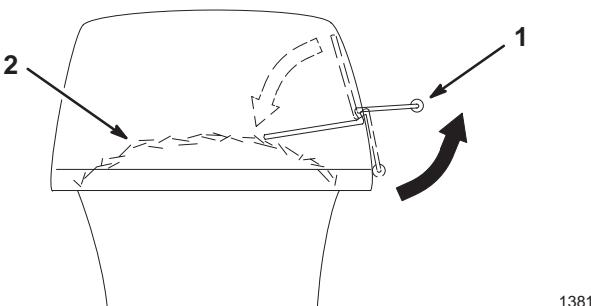

Figure 42
2. Pour vérifier si les deux bacs sont pleins, levez périodiquement la poignée de contrôle de bac plein (Fig. 42). Si vous sentez une résistance en élevant la poignée, cela signifie que les bacs sont pleins et doivent être vidés (Fig. 42).